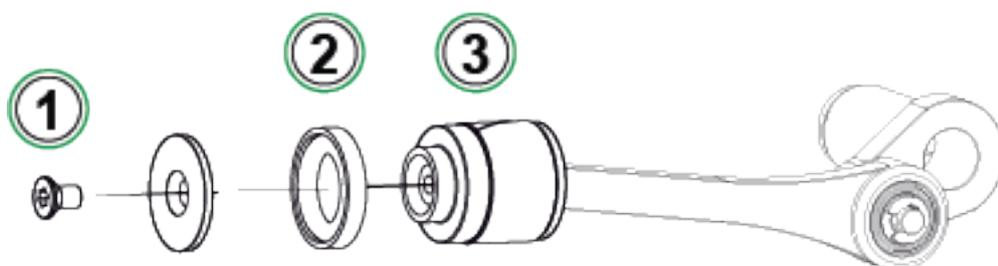

Figura 27: Paso 4
5. Cuando quite los tornillos, levante el extremo guía y el cilindro (1). Antes de subir el cilindro, presiónelo ligeramente hacia atrás y gírelo un poco a la derecha para que resulte fácil levantarlo. Procure no deslizar el cilindro hacia abajo hasta el punto de que pueda verse la junta del pistón desde arriba del cilindro. Si esto ocurre, primero tiene que quitar la junta del pistón (Figura 27: Paso 4) y, a continuación, el cilindro para volver a colocar el pistón en el cilindro.
8. Use una junta tórica y una junta del pistón nuevas (vea la pieza número 2 en Figura 27: Paso 4). Deslícelas a su lugar y apriete la parte superior del pistón con un nuevo tornillo M3x6.